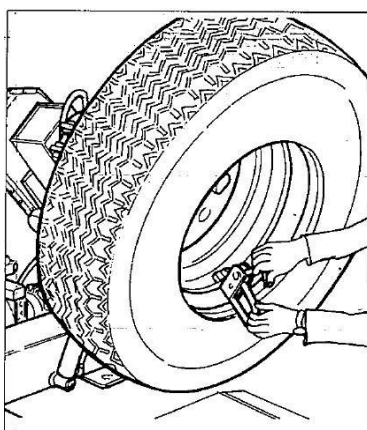

Fig. 7.9
- 8) Ta bort klämman och sätt tillbaka den klockan 6 utanför den andra vulsten (se fig. 7.9).
10) Fäst klämman längst ned (klockan 6) utanför den andra vulsten (se fig. 7.9).